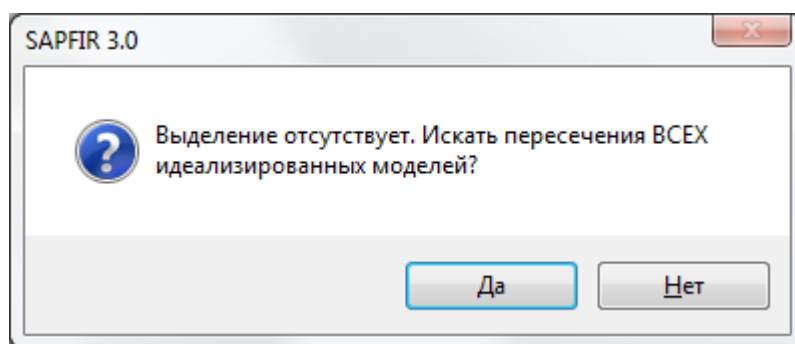
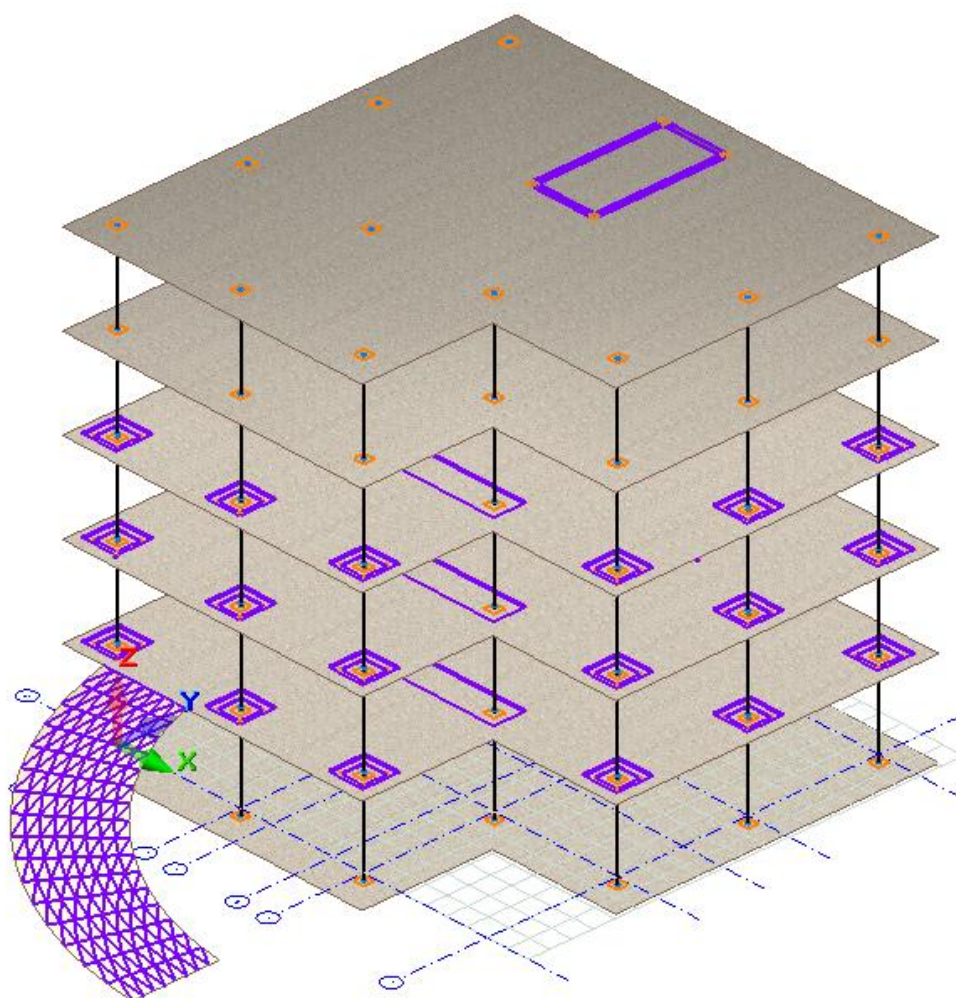

Рис.6.20. Диалоговое окно SAPFIR 3.0
Рис.6.21. Аналитическая модель после пересечения стержней и пластин
- Для обеспечения совместной работы пластин и стержней щелкните по кнопке  - **Найти пересечения выделенных стержней и пластин** и в появившемся диалоговом окне (рис.6.20) щелкните по кнопке **Да** (рис.6.21).